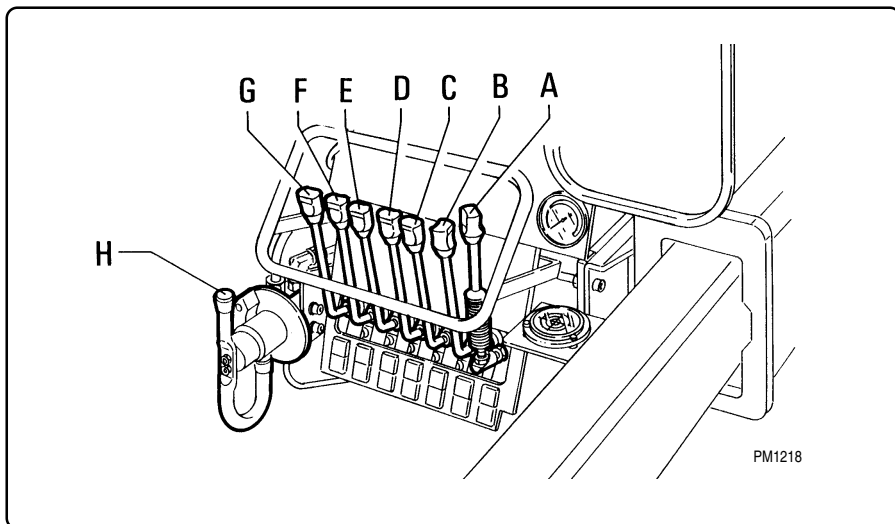

fig. 5.2.1
5.2 - Comandi lato distributore fig. 5.2.1
5.2- Control valve block fig. 5.2.1